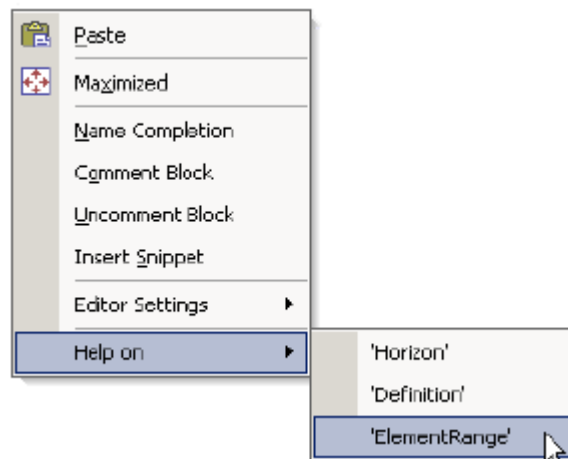

图 6.13 右击弹出菜单栏
- 在 ‘Help on’ 子目录中选择 ‘ElementRange’ 条目（如图 6.13 所示）